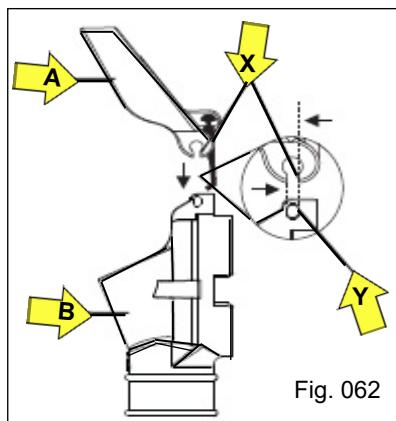

Fig. 062
a) Incline a tampa do bocal "A" de forma que a mesma fique alinhada com a face plana do canal oblongo "X", direcionando ao encaixe "Y" do pino do bocal (Fig. 062).